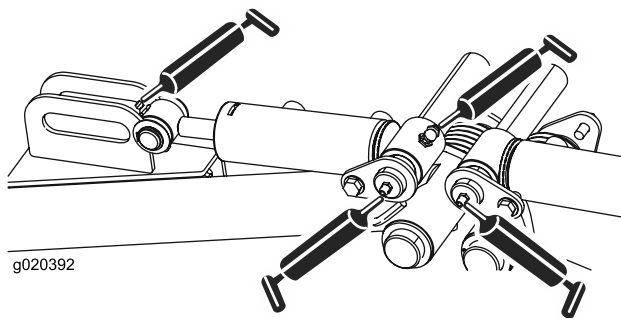

Figure 44
- Pivots de bras de relevage arrière et vérins de relevage (x3) (Figure 44)